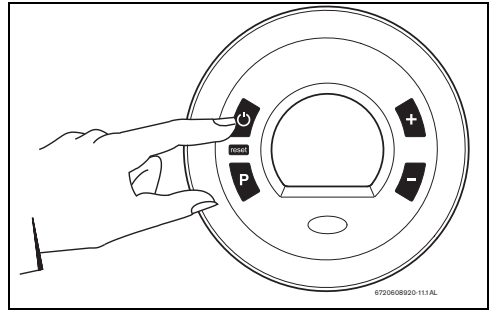

Fig. 12 Conectar/desconectar el aparato
- ▶ Pulse el interruptor principal ON/OFF (Fig. 12).
- ▶ Pulse nuevamente el interruptor principal ON/OFF (Fig. 12).
Al pulsar el interruptor principal hacia la posición de funcionamiento (→ Fig. 12), el aparato está listo para funcionar.